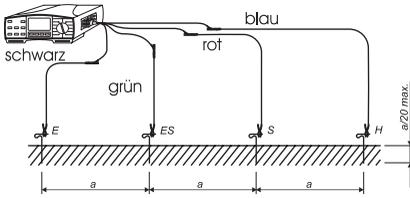

Bild 42: Anschluss der Messleitungen
- Ordnen Sie die vier Erdspeie für E, ES, S, H in einer Linie, wie in Bild 42 gezeigt, an. Der Abstand zwischen den einzelnen Sonden muss dem eingestellten Abstand unbedingt entsprechen. Legen Sie darauf die Leitungen sorgfältig aus, und achten Sie, dass die Leitungen möglichst nicht parallel nebeneinander liegen und sich nicht keuzen, um Einkopplungen zu vermeiden.
- Verbinden Sie die Messleitungen mit den Erdspeien gemäß Bild 42. Falls gewünscht kann mit der Taste 'HILFE' die Anschlussinformation direkt am Messgerät abgerufen werden, mehrfaches Drücken der Taste 'HILFE' zeigt die Anschlussmöglichkeiten an.